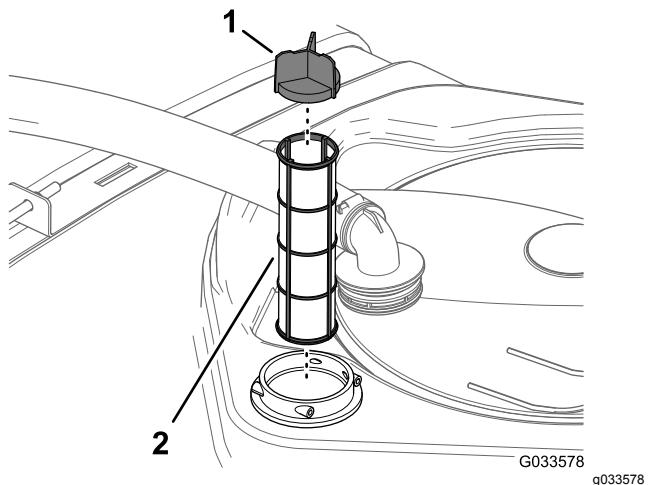

**Bild 101**
2. Nehmen Sie oben am Sprühbehälter den Halter ab, mit dem das Schlauchanschlussstück befestigt ist, das am dicken Schlauch und dem Filtergehäuse angeschlossen ist (Bild 101).
3. Nehmen Sie den Schlauch und das Schlauchanschlussstück vom Filtergehäuse ab (Bild 101).